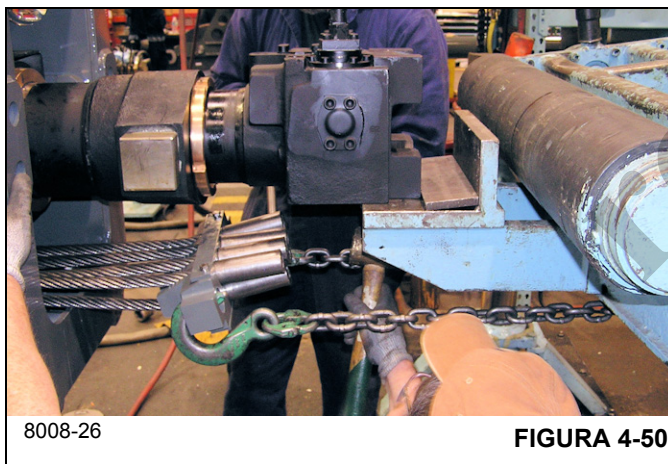

FIGURA 4-50
80. Fixe os ganchos e correntes aos furos na placa de fixação (73) e puxe a placa de fixação até que todos os seis cabos de extensão do telescópio 3 (150) se assentem dentro da placa de fixação (consulte a Figura 4-50).
**NOTA:** Todas as seções da lança podem se estender levemente ao puxar os cabos de extensão do telescópio 3 (150).